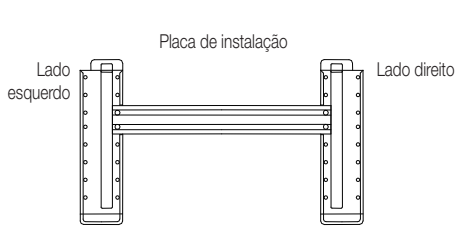

Fig. 4
- Faça furos conforme indicado na Fig. 4. O furo, com 80 mm de diâmetro, deve estar ligeiramente inclinado para baixo e para fora.